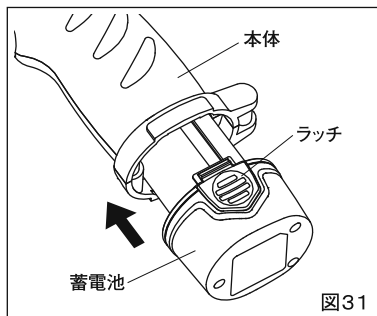

図31
- ④蓄電池を充電器から取外し、本体に取付けてください。（図31）